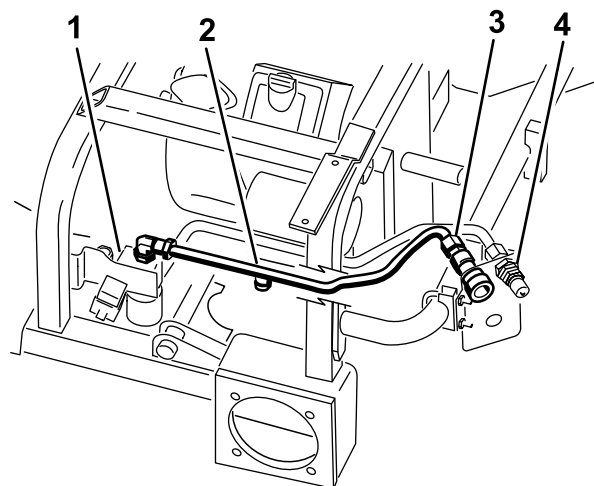

Figura 15
4. Poziionai conducta hidraulică numărul 2 în utilaj aa cum se arată în Figura 15.
5. Instalai conducta hidraulică numărul 2 la cotul de 90 de grade i în partea superioară a noii supape (Figura 15).
6. Instalai conducta hidraulică numărul 2 la cuplajul mamă superior (Figura 15).